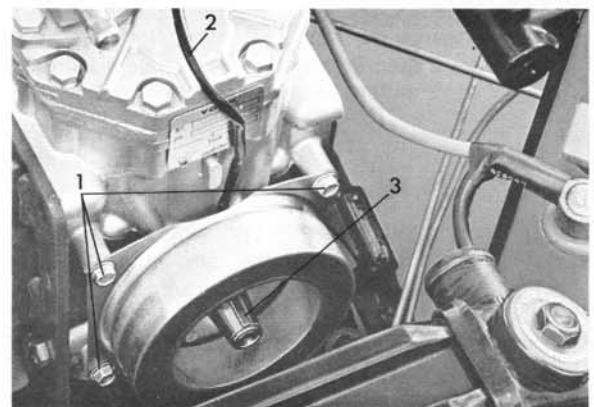

Abb. 40 Ausbau des Elektromagneten
4. Die vier Befestigungsschrauben (1, Abb. 40) lösen und den Elektromagneten entfernen.
1. Elektromagneten am Kompressor festschrauben wobei die el. Leitung (2, Abb. 40) nach oben gerichtet sein muß. El. Leitung am Leitungsverbinder anschließen.